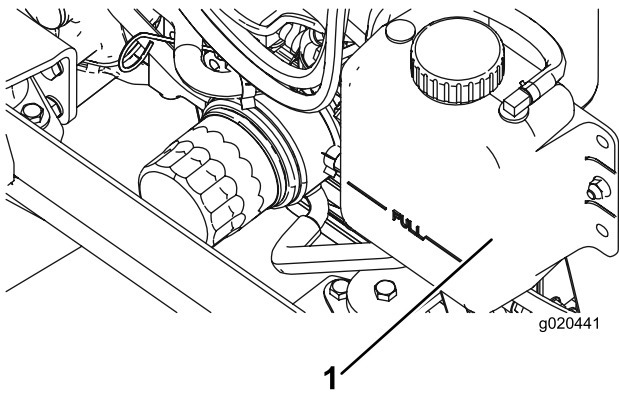

Bild 92
1. Nehmen Sie den Kühlerdeckel und den Deckel des Ausdehnungsgefäßes vorsichtig ab (Bild 92).